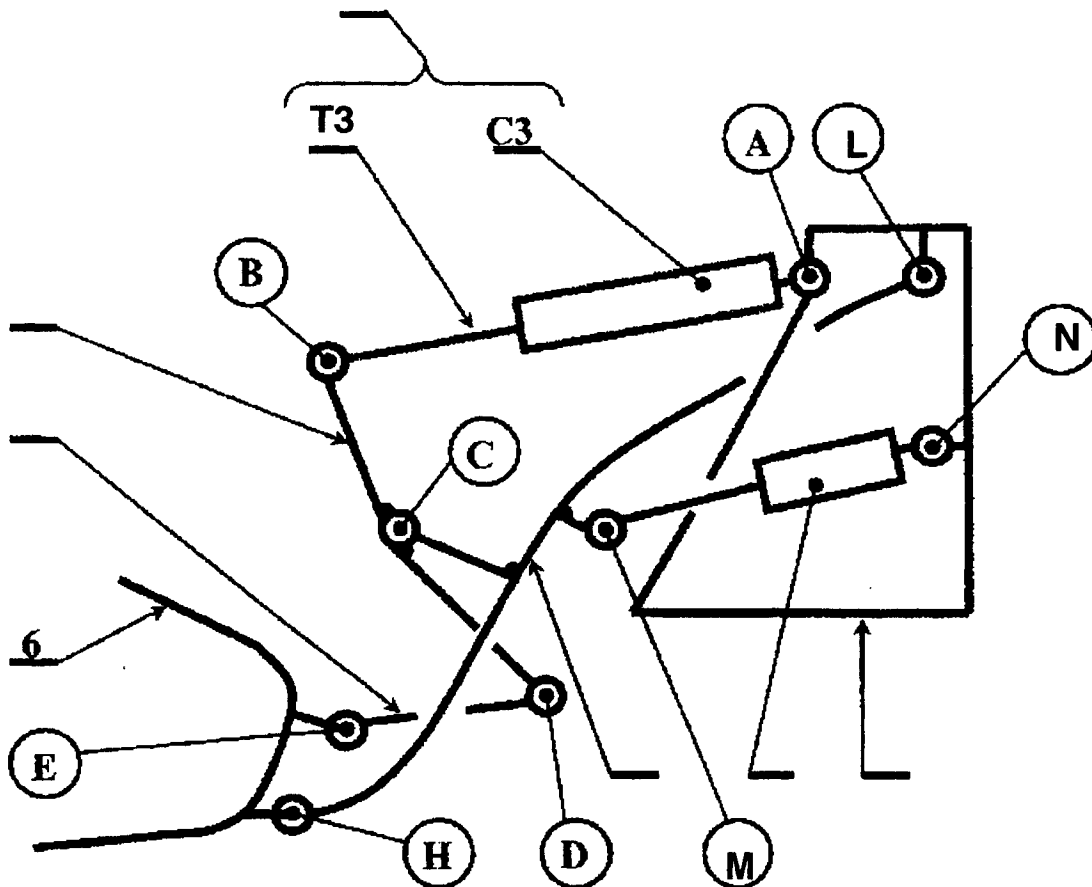

Figure 1
Q.2 En vous aidant des documents 1 à 5 du dossier ressources (pages DR4 à DR6), complétez le repère des pièces sur le schéma cinématique, Figure 1, ci-dessous.
Q.4 Tracez en rouge sur le schéma figure 1, la trajectoire du point B dans le mouvement de 2/1. (TB2/1)
**Q.6** Tracez en bleu sur le schéma figure 1, la trajectoire du point B dans le mouvement de 3/0. (TB3/0)
**Q.8** Tracez en vert sur le schéma figure 1, la trajectoire du point B dans le mouvement de T3/C3. (TBT3/C3)